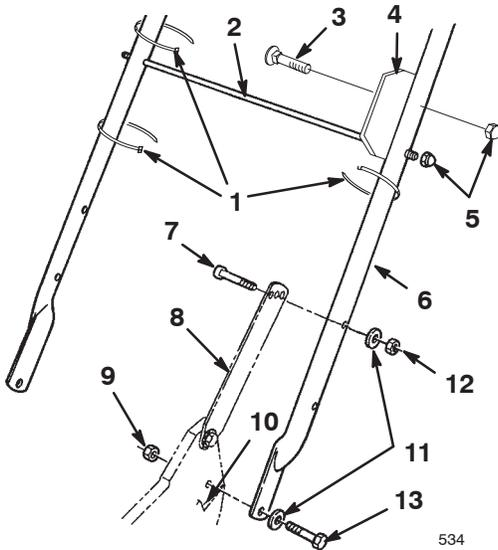

Bild 2
1. Montieren Sie den Griff mit 2 Schrauben (5/16–18 x 1-1/4 Zoll), Scheiben und dünnen Nygonsicherungsmuttern (ins untere Loch) an der Außenseite des Rasenmähergehäuses (Bild 2).
2. Befestigen Sie die Griffflaschen mit zwei Schrauben (5/16–18 x 1-1/2 Zoll), Scheiben und Nylon-sicherungsmuttern am Griff (Bild 2).
3. Schieben Sie die Korbstützstange durch die Korbausrichtungsplatte und in die zweiten (von oben) Befestigungslöcher im Griff und befestigen Sie jede Seite mit einer Sicherungsmutter (Bild 2).
4. Schieben Sie die Schlossschraube durch die Korbausrichtungsplatte und das obere Loch auf der linken Seite des Griffs. Befestigen Sie die Schraube mit einer Sicherungsmutter (Bild 2).
6. Befestigen Sie das Bremskabel mit Kabelbinden am Griff (Bild 2).